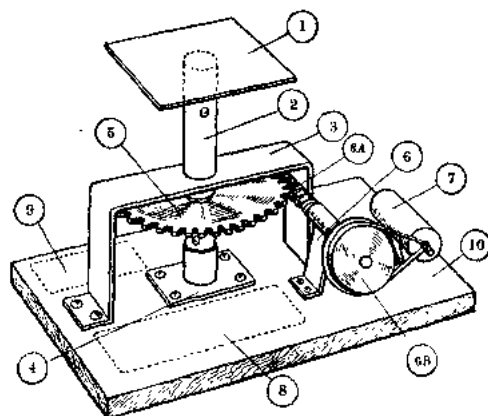

图 7-5
下面, 就可以制作火箭跟踪传动机构了(见图 7-5)。图中①是安装火箭发射架的平板。②是支撑发射筒旋转的立柱。立柱②在支架③中旋转, 立柱的下端和下轴承④连接, 立柱的中间焊着大齿轮⑤。大齿轮的直径最好在 40~60 毫米之间, 齿数最好在 50~80 齿之间, 齿数过多的齿轮会使光电跟踪速度减慢而跟不上“敌机”; 齿数太少的齿轮, 会使光电跟